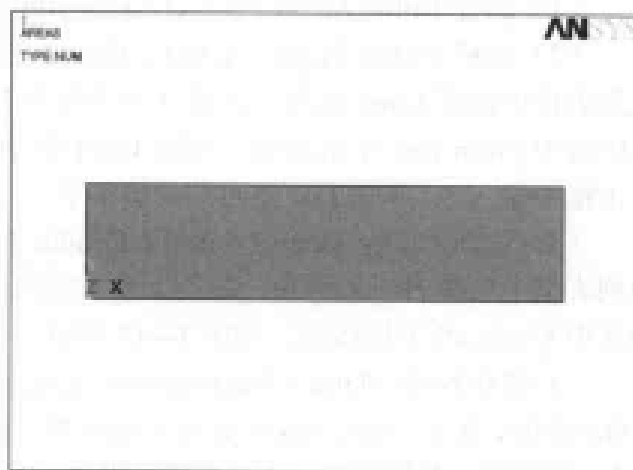

图 14-8 径向放大 10 倍的几何模型
(7) 单击 OK 按钮, 关闭 Size and Shape 对话框。ANSYS 显示沿 Y 方向放大 10 倍的几何模型, 如图 14-8 所示。